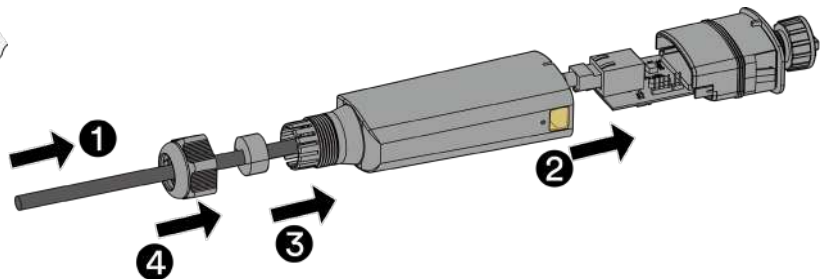

Abb. 32. LAN-Kabel durch das Gehäuse führen und LAN-Stecker anschließen
3. Führen Sie das LAN-Kabel durch das Gehäuse der Kommunikationseinheit und stecken Sie es in den Stecker des LAN-Anschlusses der Platine (siehe Abb. 32).